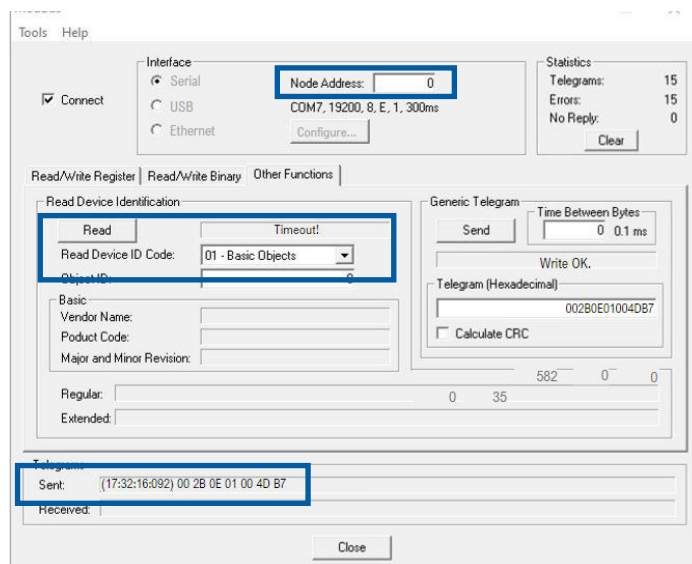

Figura 18 - Falha na comunicação Modbus
- **Passo 3:** Obtenha o endereço Modbus atual (veja a Figura 18). Insira o endereço de transmissão 0, selecione “Other function”, leia a ID do dispositivo (01-Basic Objects) ou envie diretamente “00 2B 0E 01 00 4D B7”. Quando o Motor ECM recebeu a solicitação, o LED1 na PCBA piscará a contagem do endereço.